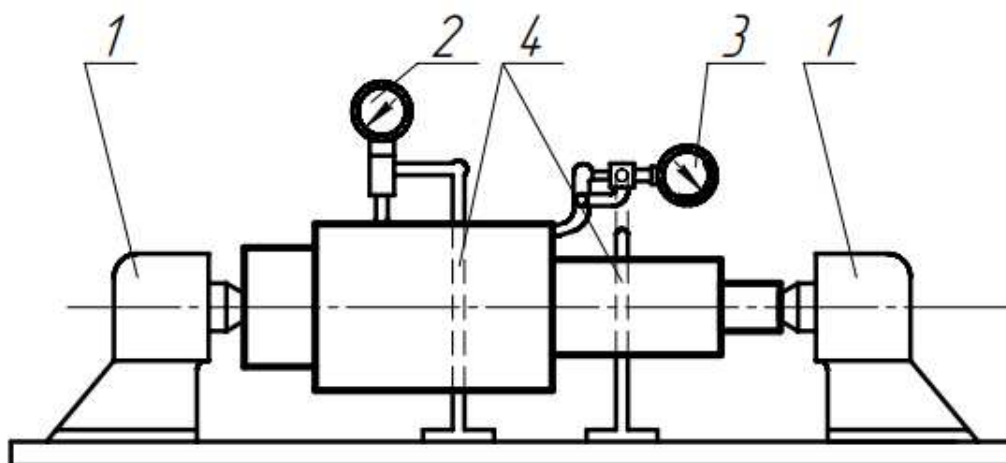

Рисунок 1
- 3) Контроль выполнения этих технических требований осуществляют на контрольных центрах 1 (рис. 1) с помощью индикаторов часового типа для контроля радиального биения 2 и рычажно-зубчатых индикаторов для измерения торцевого биения 3, устанавливаемых на стойках 4. Контроль осуществляется при медленном вращении вала.